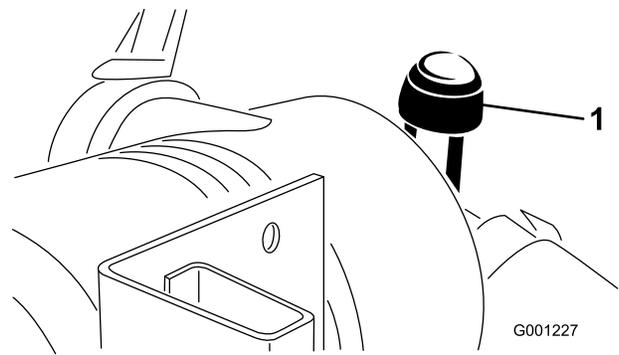

Bild 45
- Warten Sie den Luftfilter, wenn die Luftfilteranzeige rot anzeigt (Bild 45) oder nach jeweils 400 Betriebsstunden (häufiger in sehr staubigen oder schmutzigen Bedingungen). Warten Sie den Luftfilter nicht zu häufig.
9. Stellen Sie die Anzeige (Bild 45) zurück, wenn sie auf Rot steht.